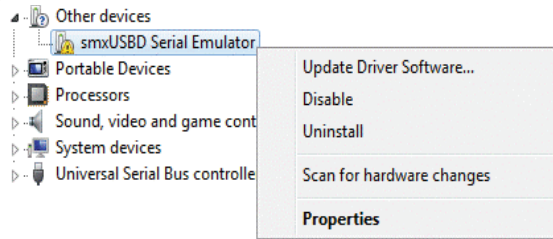

Figura 82 Gestor de Dispositivos Windows 8/8.1
9. Em **Outros dispositivos**, clique com o lado direito do rato em **smxUSB Serial Emulator** e seleccione **Actualizar Software do Driver** (Figura 82).